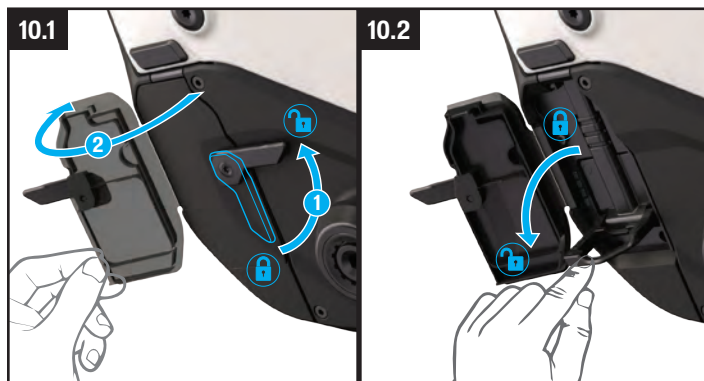

Abb. 10.1
- Setzen Sie den Hauptkabelbaum-Stecker wieder in den Anschluss ein und drehen Sie den Hebel zurück in die geschlossene Position. Schließen Sie dann die Abdeckung des Ladeanschlusses, um ihn vor Wasser und Schmutz zu schützen (Abb. 10.1).